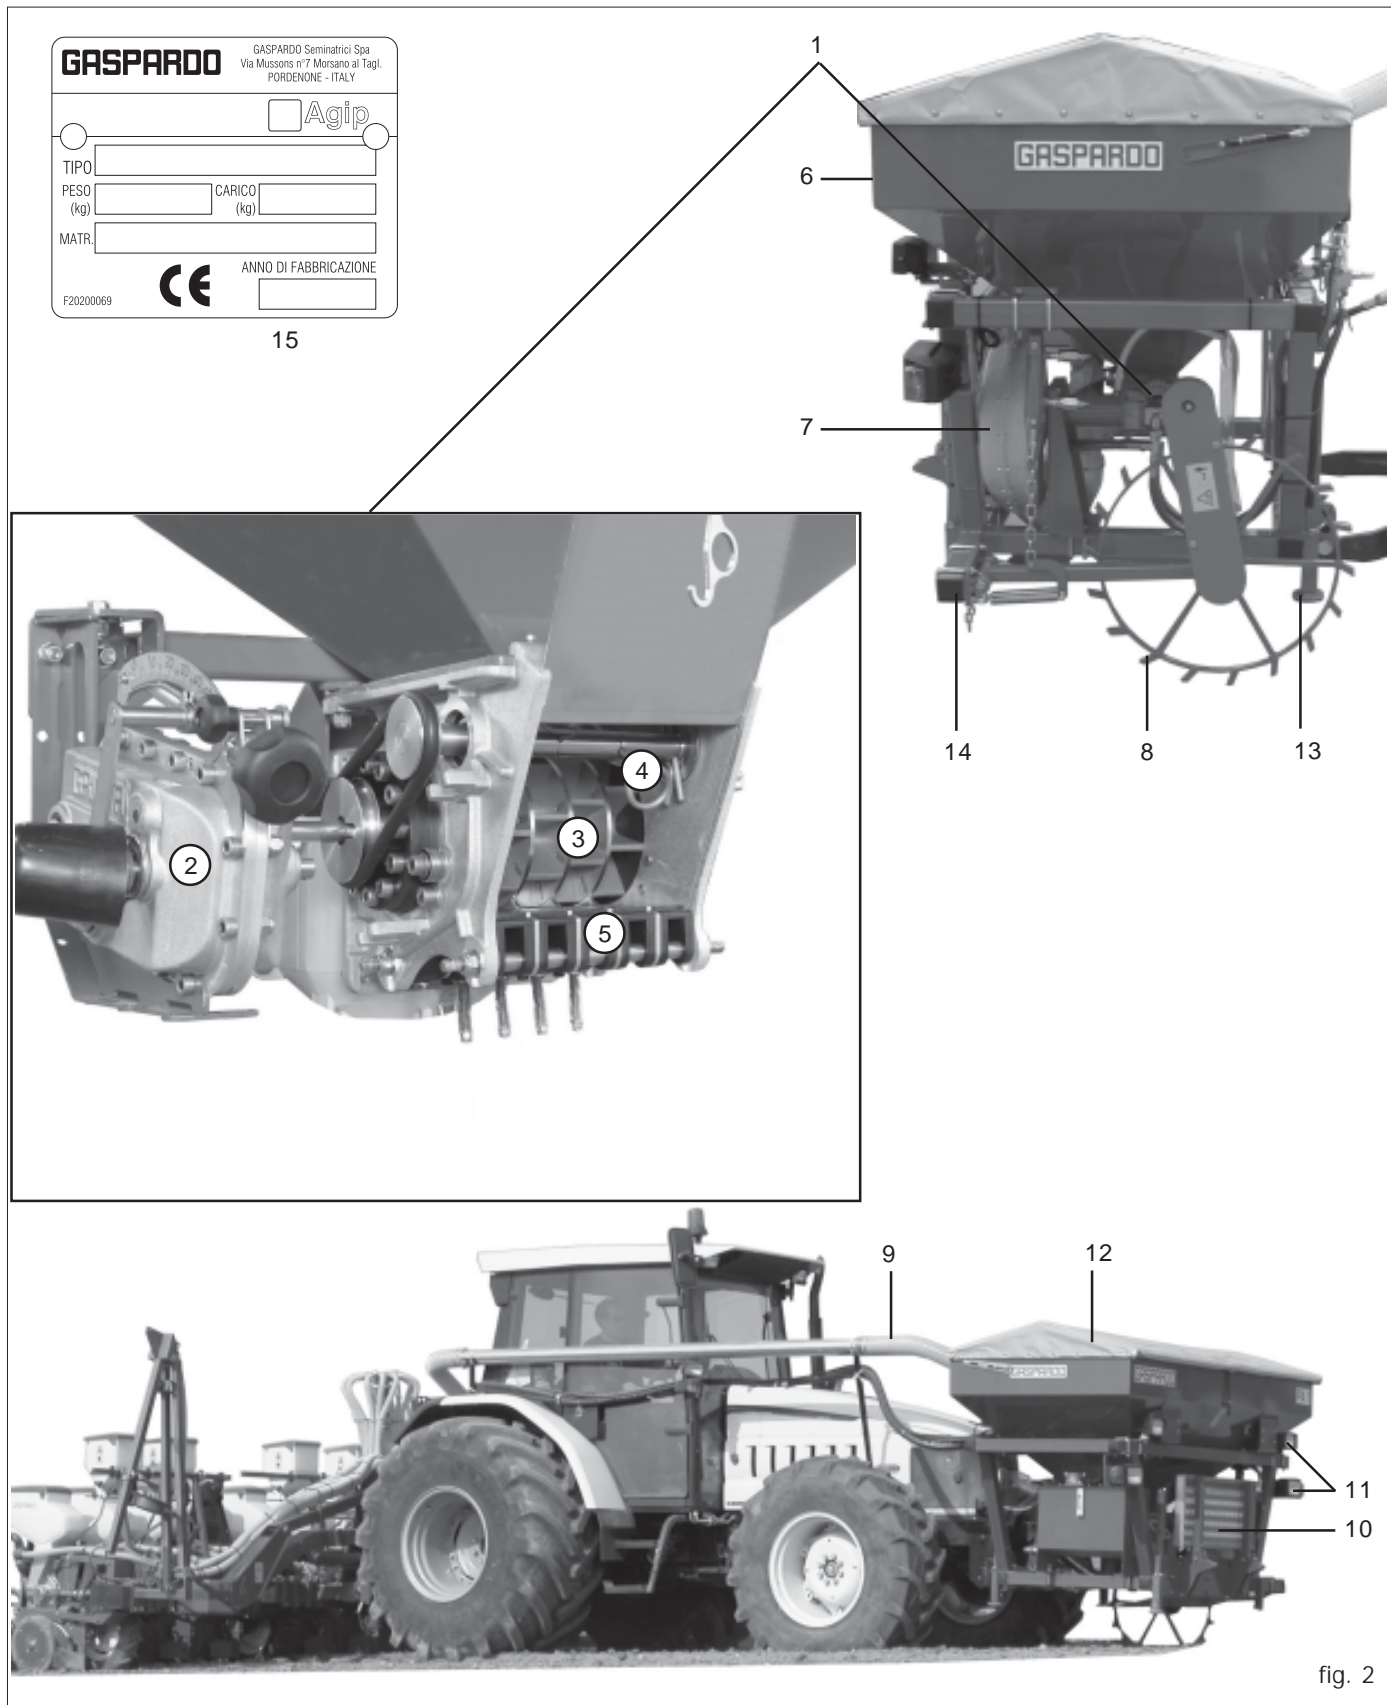

fig. 2
Pour déplacer la machine, la lever et l'atteler aux crochets (Fig.1) à l'aide d'un chariot élévateur d'une capacité d'au moins 50 quintaux. Cette opération, en raison de sa dangerosité, doit être exécutée par un personnel préparé et responsable. La masse de la machine est indiquée sur la plaque signalétique (15 Fig. 2).
1.6 DESSIN GLOBAL (Fig. 2)